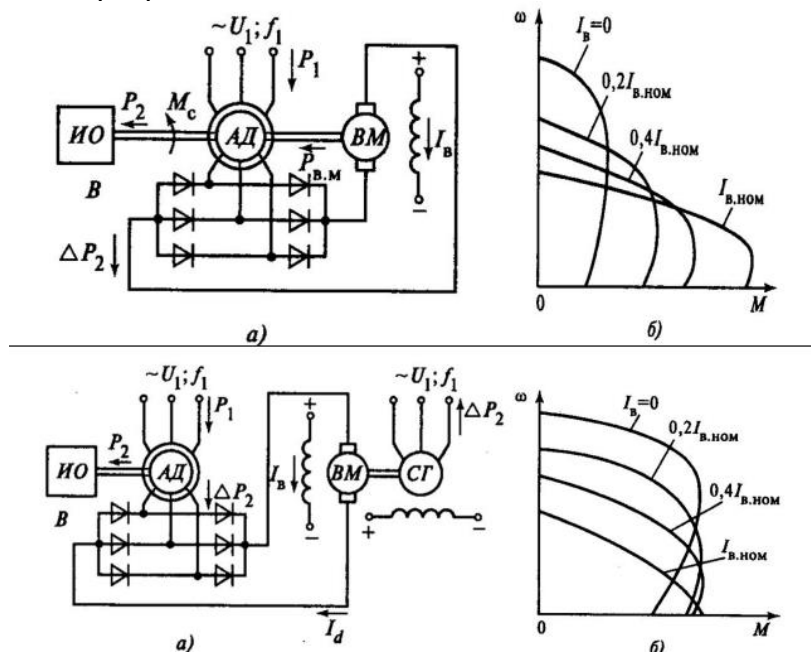

Рис.2
2. Указать элементы электрической принципиальной схемы (для одной из схем рис. 2), объяснить процесс пуска электродвигателя; возможности регулирования частоты вращения; особенности работы данного электропривода. Объяснить механические характеристики электропривода